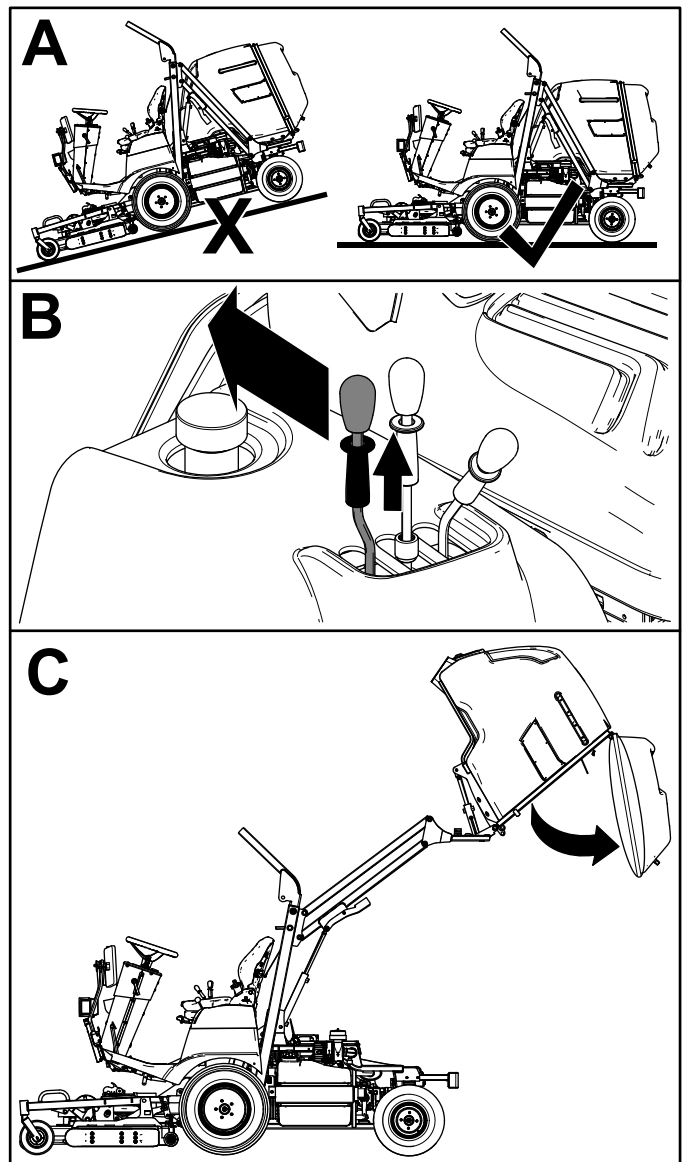

Figura 25
2. Tire hacia arriba del collarín de bloqueo en la palanca de vaciado de la tolva y mueva la palanca hacia atrás para vaciar los recortes de la tolva (Figura 25).